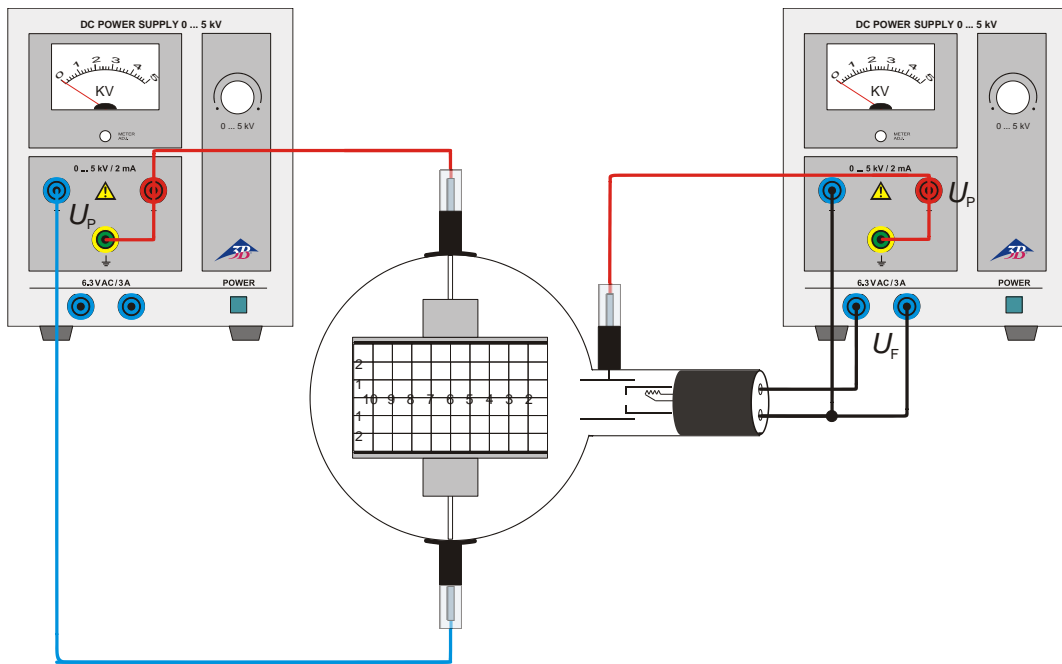

Fig.3 Deflexión eléctrica
- Reproducción del experimento de acuerdo al esquema de la Fig. 3.